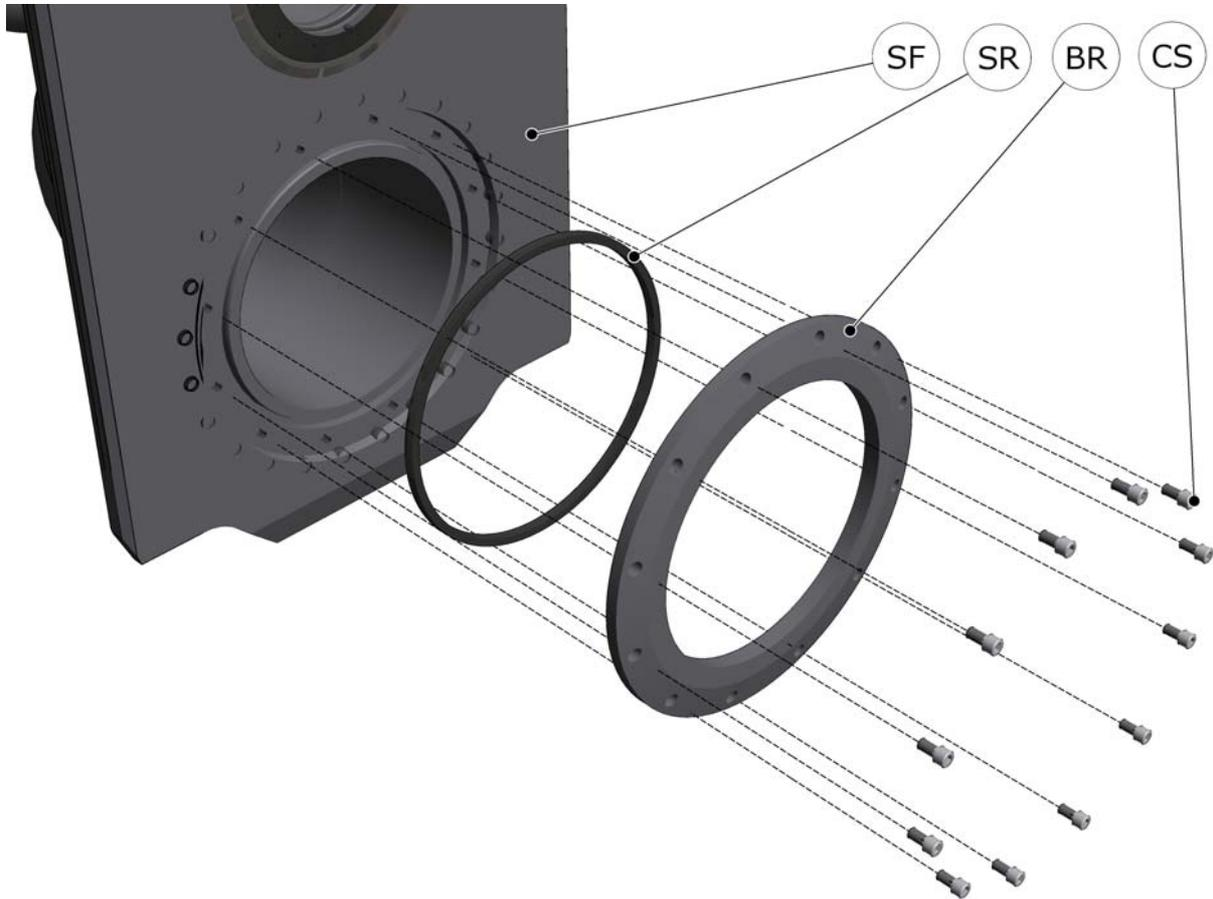

Figure 29 Remplacement de l'anneau d'étanchéité de la glissière
1. Levez la glissière (SF, voir la Figure 29) en position haute dans le bossoir parallèle.
1. Contrôlez l'état de l'anneau d'étanchéité (SR, voir la Figure 29). Remplacez-le si nécessaire.
2. Placez l'anneau d'étanchéité (SR) dans l'encoche de la glissière (SF).